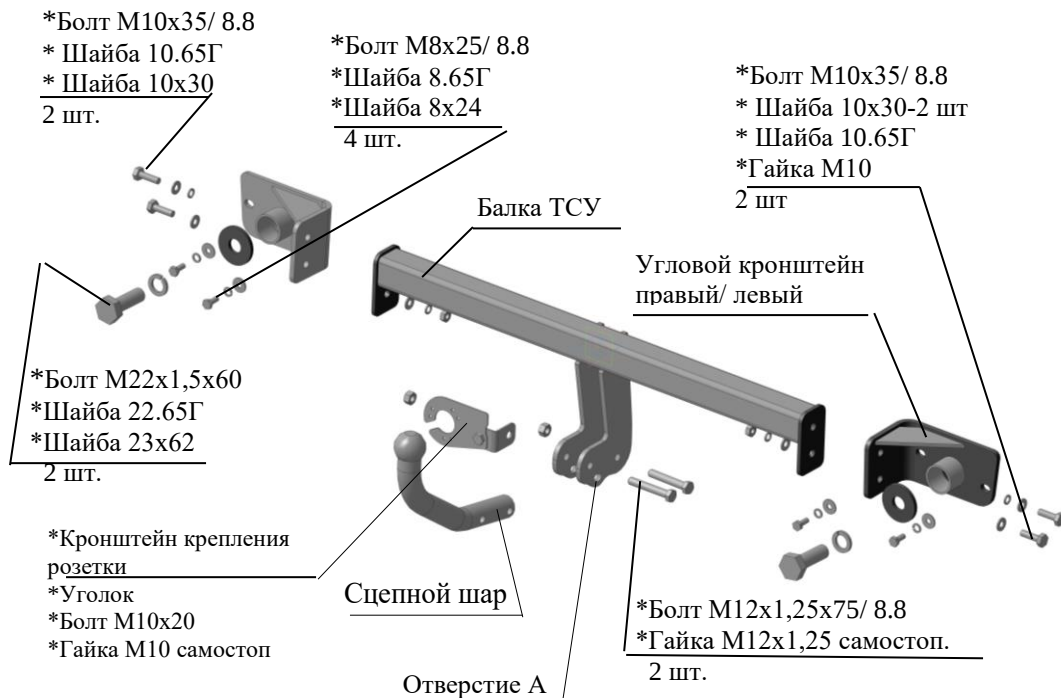

Рис.1 Тягово-цепное устройство ТСУ 2182.
2.1 ТСУ 2182 в сборе (рис.1)	1 шт.
2.2 Пакет с комплектующими (см. рис.1)	1 шт.
4.2 Установить угловые кронштейны правый и левый к фартуку автомобиля (соответственно рис.1), закрепить болтами М8х25, используя штатные приварные гайки и подложив под головки болтов шайбы 8.65Г и шайбы 8х24. Закрепить болтами М22х1,5х60 к втулкам а/м, вваренным в лонжероны, подложив под головки болтов шайбы 22.65Г и шайбы 23х62. Крепеж не затягивать.
4.3 Установить балку ТСУ, закрепив ее к угловым кронштейнам крепежом, соответственно рис.1. Крепеж не затягивать.